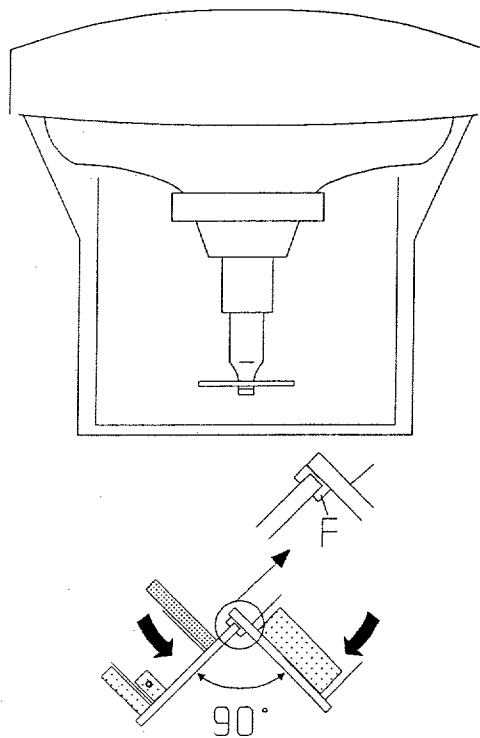

Fig 4.3
**3. Posizione di servizio per la riparazione (Fig. 4.3)**
Smontare il display a LED E (Fig. 4.3) del pannello grandi segnali. Sollevare la parte posteriore di ambedue i pannelli e fissarli con l'aiuto delle staffe F presenti dalla parte inferiore del pannello piccoli segnali ad un angolo di 90° tra di loro. La staffa di servizio color arancio può essere usata come sostegno del SAT box o il pannello DAF quando il telaio viene messo in posizione orizzontale.